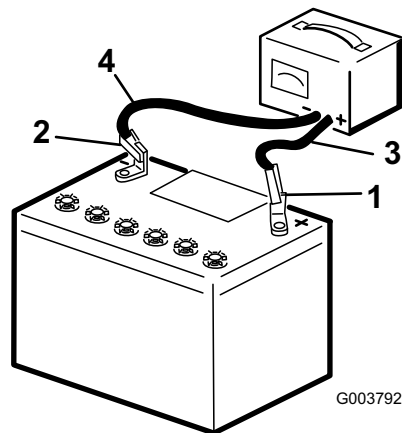

Figura 6
2. Cuando la batería esté completamente cargada, desconecte el cargador de la toma de electricidad, luego desconecte los cables del cargador de los bornes de la batería (Figura 6).
1. Cargue un cargador a la batería (Figura 6) y cárguela durante al menos 1 hora a 6 – 10 amperios. No sobrecargue la batería.